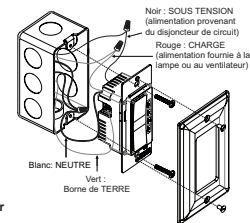

Fig. 3. Orientation de l'interrupteur, raccordement des fils et ensemble de boîtier mural
- Entortillez les fils existants et les fils conducteurs de l'interrupteur horaire, comme indiqué sur l'image. Posez solidement les capuchons de connexion fournis. Voir Fig. 3.